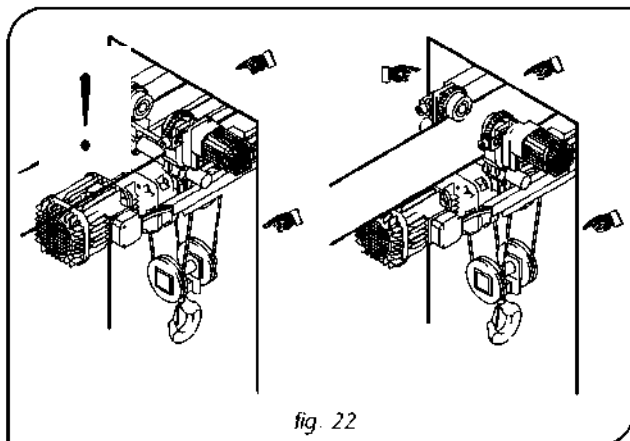

fig. 22
- Sprawdzić wysokość instalacji i względne przestrze nie manewrów dla danego rozmiaru wciągarki (rys. 22)